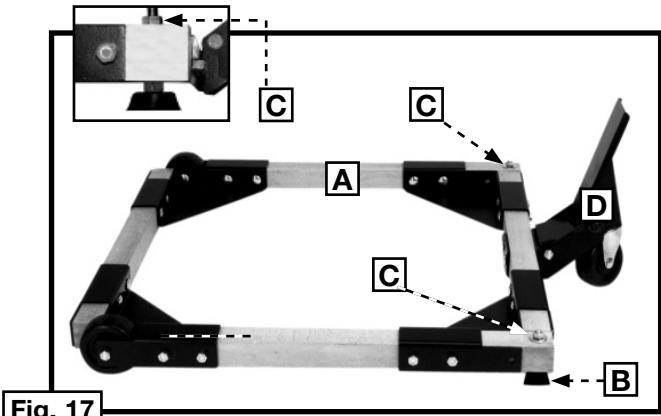

Fig. 17
Il est possible de régler la base mobile (A) fig. 17, à niveau avec la surface du plancher en vissant ou dévissant les vis de nivellement (B). Pour régler la hauteur de la base mobile (A) fig. 17, desserrer et serrer les quatre écrous hexagonaux – dont deux sont illustrés en (C).